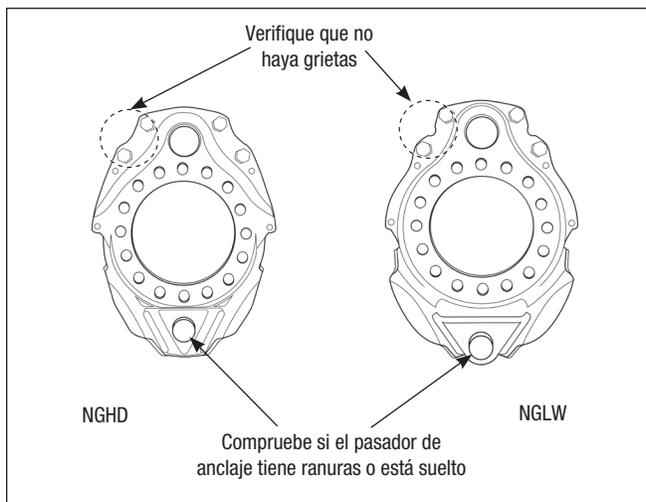

Figura 38 – Inspección de la araña
1. Inspeccione visualmente si hay grietas alrededor de los orificios de los pernos de montaje, en el área de la leva y alrededor del pasador de anclaje. *Consulte la figura 38.* Reemplace la araña si encuentra alguna.